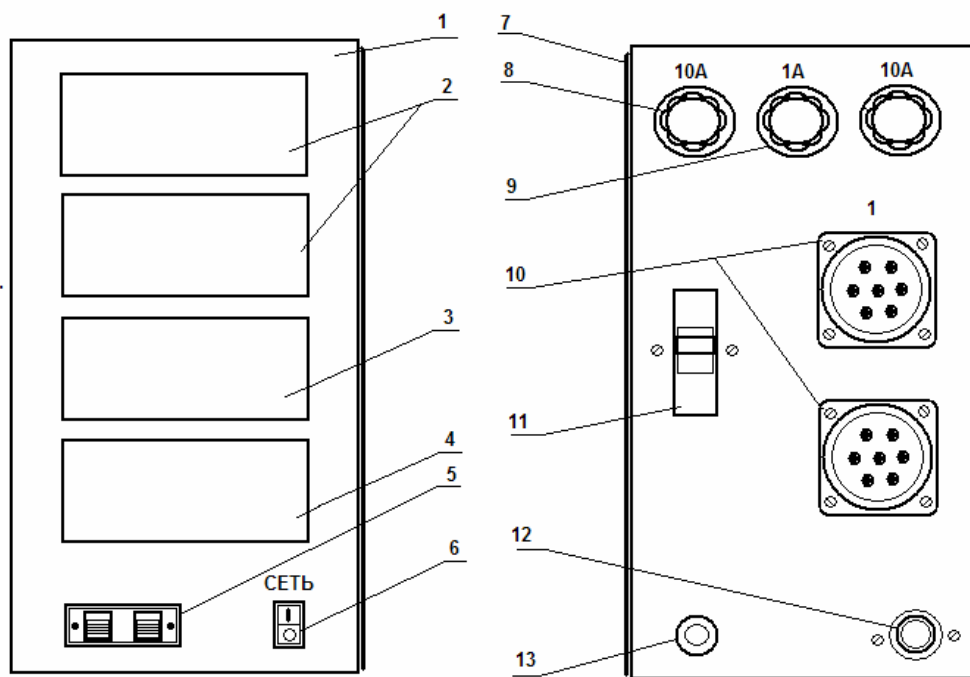

рис.3
5.1.2.После включения питания тумблером (б – рис.3) на дисплее таймера МЦТ 3501 появится значение интервала времени, установленное ранее и горизонтальная черточка, расположенная в правой части таймера напротив надписи, означающей единицу измерения интервала времени (сек, мин, час)
5.1.3.После включения питания тумблером (б – рис.3) на дисплее измерителя ИТ2511(2ТМ0 , ТРМ1, ТРМ 10) высветятся прочерки. При подключении пилотной термопары к клеммнику (5 - рис.3) , на дисплее отобразится значение температуры окружающей среды.